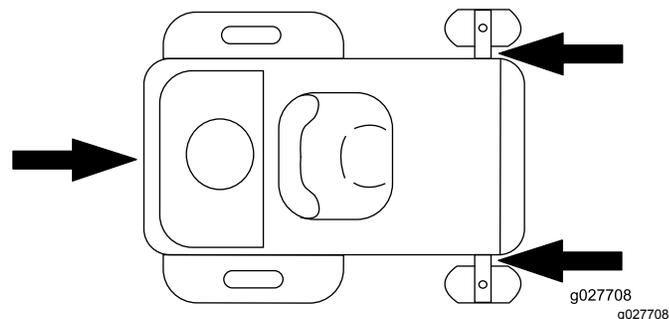

Figure 26
6. Arrimez la machine près des roues pivotantes avant et du pare-chocs arrière à l'aide de sangles, chaînes, câbles ou cordes (Figure 26). Reportez-vous aux réglementations locales concernant les exigences en matière d'arrimage.